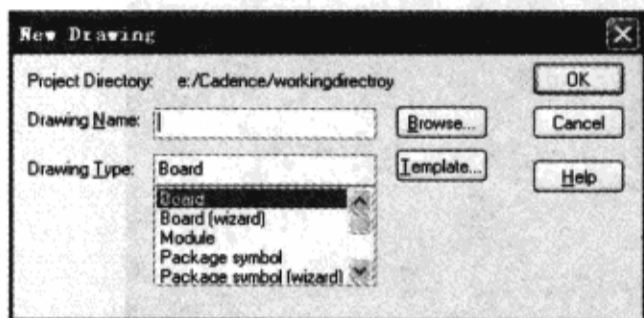

图 8-8-3 “New Drawing”对话框
(1) 在“Allegro PCB PI option XL”窗口中执行菜单命令“File”→“New”, 弹出“New Drawing”对话框, 在该对话框的顶部会显示当前的工作目录, 如图 8-8-3 所示。